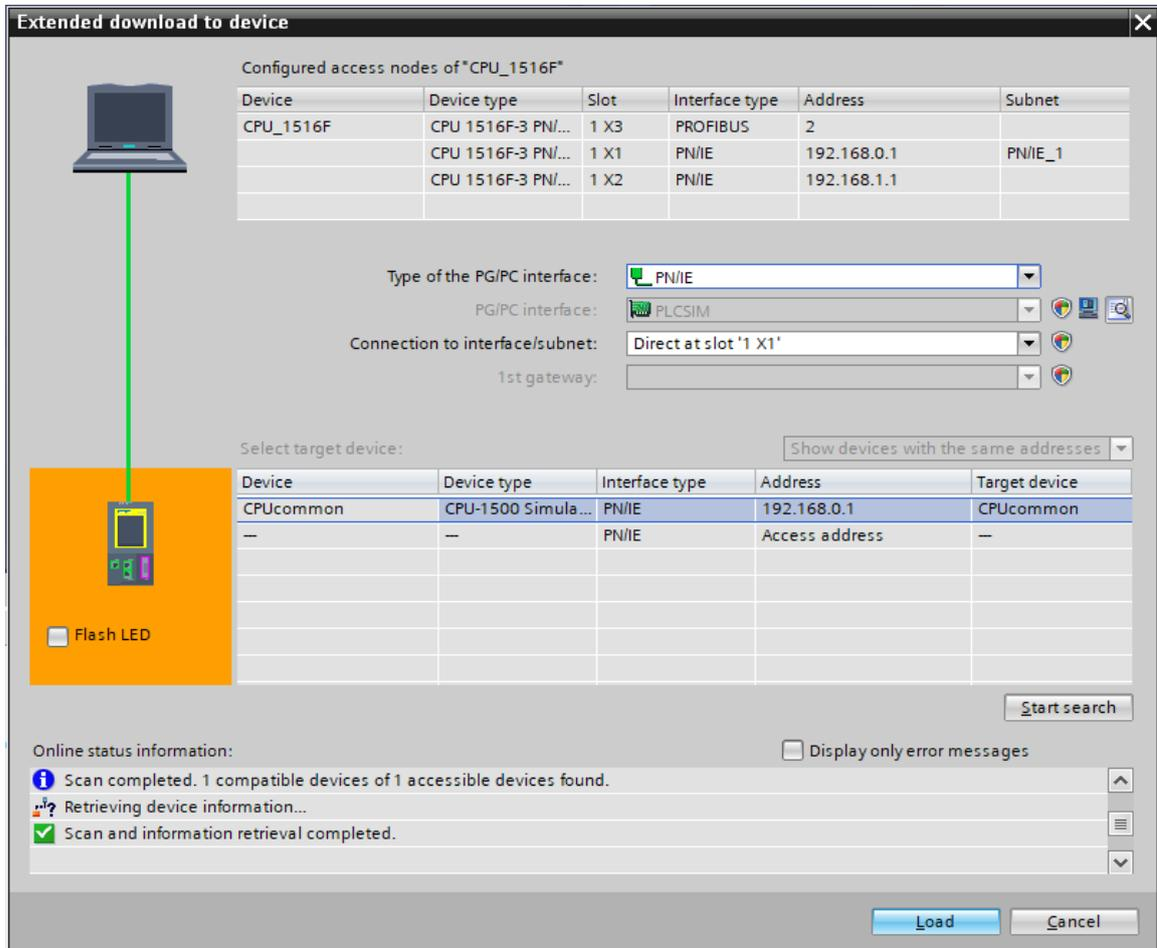

图 12: 加载到虚拟 PLC
- “扩展加载”窗口打开。如图 12 所示，选择“**PN/IE**”作为 PG/PC 的接口并选择 **PLCSIM** 作为接口。连接到**插槽 '1 X1'**。开始运行搜索，从 **PLCSIM Advanced** 实例中找到虚拟 PLC。按下按钮“**加载**”以完成过程。
可能会发生选择菜单“PG/PC 接口”中的值 PLCSIM 为灰色，如图 12 所示。当除 PLCSIM 之外没有其他激活接口可用时，会发生这种情况。在这种情况下可以继续操作。